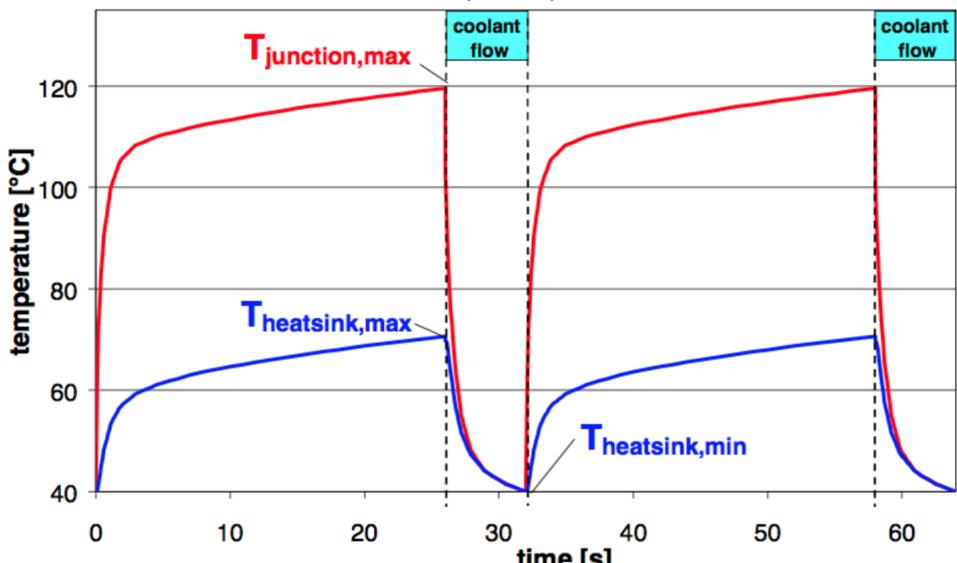

Abb.2: Simulation der thermischen Zyklen
- Operationsmodell 2 (Abb.2) zeigt häufiges Ein- und Ausschalten der Halbleiter innerhalb kurzer Zeit. Dies bezeichnet man als thermische Zyklen-Operation.